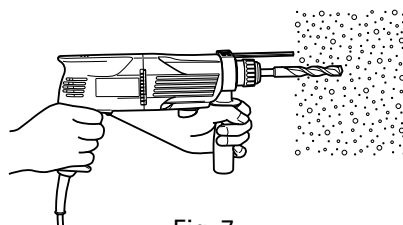

Fig. 7
- (1) Monter le foret de perçage.
- (2) Tirer l'interrupteur de déclenchement après avoir appliqué la pointe du foret sur la position de perçage désirée. (Fig. 7)
- (3) Il n'est pas du tout nécessaire d'appliquer une forte pression sur le marteau rotatif. Il suffit d'appliquer une légère pression de manière à ce que la poussière et les éclats soient déchargés progressivement.
- **Quand le foret de perçage touche une poutre en fer, la mèche s'arrête immédiatement et la perceuse réagit en tournant. Par conséquent, tenir fermement la poignée principale et la poignée latérale, comme indiqué à la Fig. 7.**